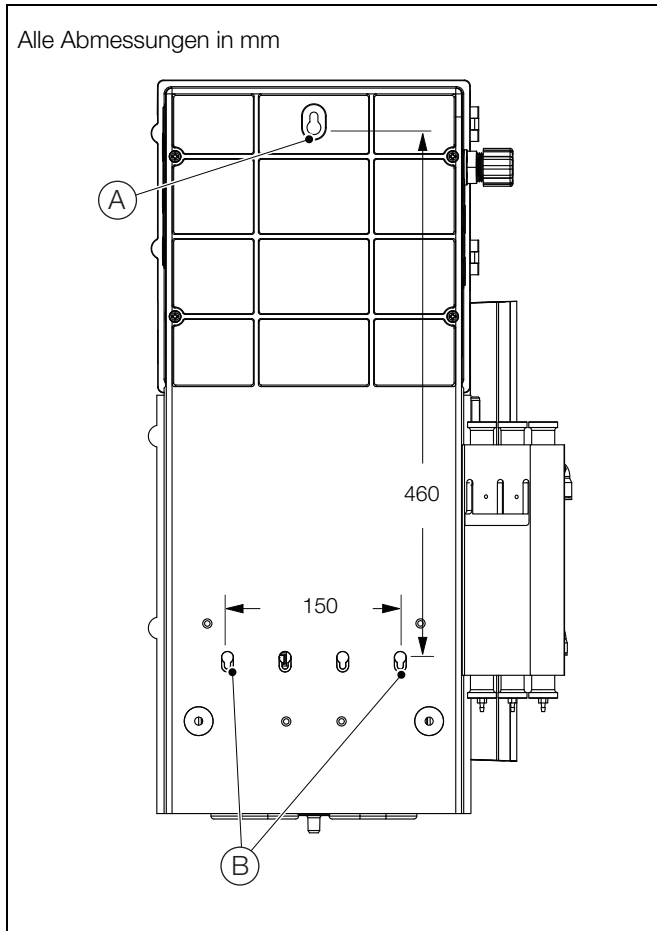

Abb. 4.2 Montieren des Analysators
1. Markieren Sie die Bohrlöcher entsprechend den Abmessungen in Abb. 4.2 an der Wand.
2. Bohren Sie die drei Löcher (A) und (B), für m6-Schrauben oder 1/4-Zoll-Schrauben/Bolzen und setzen Sie Dübel ein.
3. Schrauben Sie die obere Schraube (A) bis auf einen Abstand von 20 mm zwischen Schraubenkopf und Wand ein.